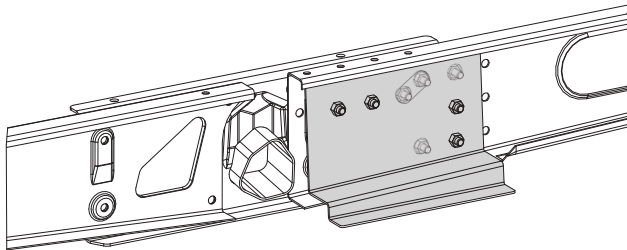

Fig. 17
- Convient aux caravanes jusqu'à 1800 kg et châssis AL-KO M avec longerons mobiles (Fig. 17).